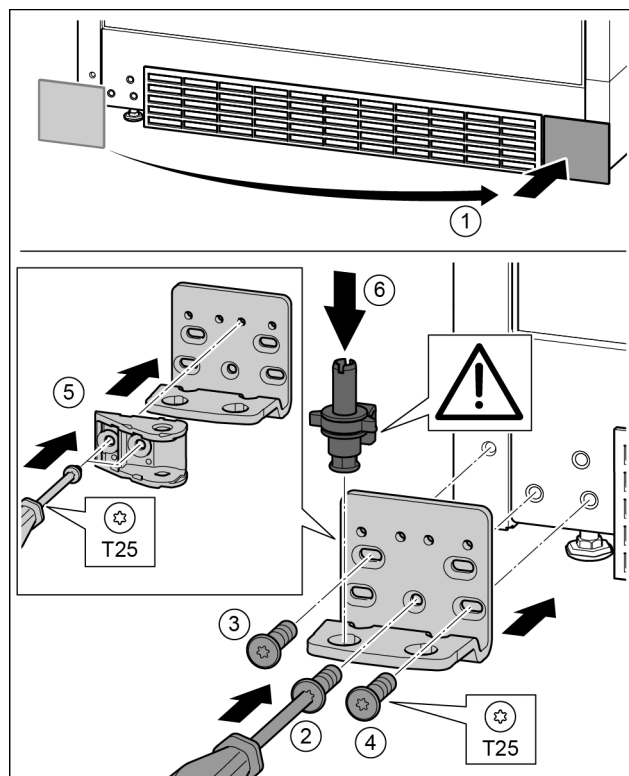

Fig. 32
- ▶ Asportare la copertura e applicarla sull'altro lato. Fig. 32 (1)
- ▶ Applicare il blocco di supporto sull'altro lato e avvitare con un cacciavite T25. Iniziare dalla vite 2 centrale in basso. Fig. 32 (2)
- ▶ Serrare la vite 3 e 4. Fig. 32 (3, 4)
- ▶ Ruotare il collegamento dell'ammortizzatore di chiusura di 180°. Sull'altro lato del blocco di supporto avvitare con un cacciavite T25. Fig. 32 (5) *
- ▶ Inserire completamente il perno di supporto. Prestare attenzione che l'arresto sia rivolto verso il lato posteriore. Fig. 32 (6)